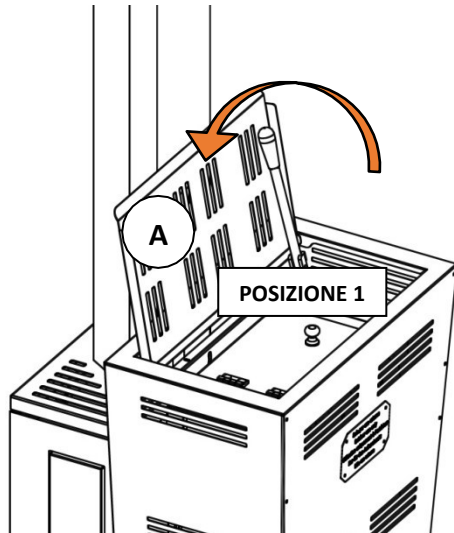

Fig. 9
- Alzare il coperchio **A** e spostare la leva di caricamento pellet nella posizione 1 (fig.9)